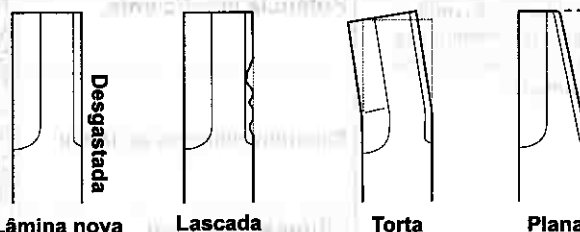

Fig. 34.
1 Verifique se a lâmina (S) está lascada, torta ou desgastada. (Veja a fig. 34.)